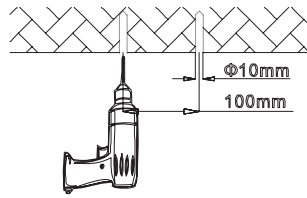

Fig. 3
1. Marquer la surface de montage et percer. (Fig. 3)